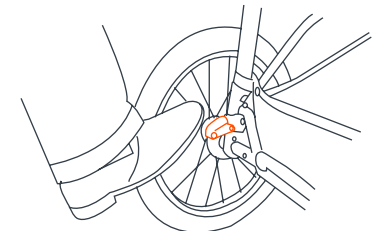

Fig. 11
- 11) • Pour engager les freins, appliquer une pression légère vers le bas sur le levier de verrouillage situé sur chaque roue arrière. Engager les freins peut exiger un léger mouvement vers l'avant ou vers l'arrière dans le but d'aligner les dents sur le frein avec les roues (Fig. 11).